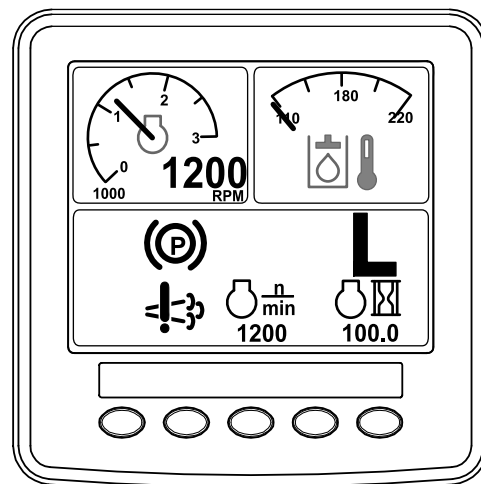

Figura 47
- L'icona della rigenerazione di ripristino viene visualizzata nell'InfoCenter (Figura 47).